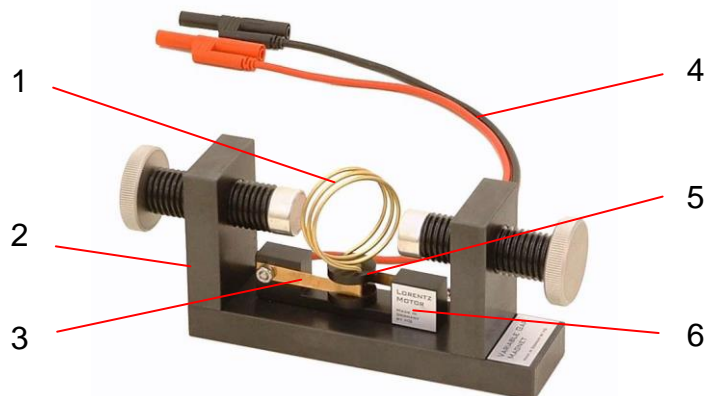

Fig. 1: Composants
Les câbles de connexion fixes (4) sécurité de laboratoire usuelles de 4 mm de diamètre. Une conduite est dotée d'une résistance série d'env. 0,16 ohm (non visible dans la Fig. 1), permettant ainsi de limiter le courant maximum du moteur, pour ne pas « bouleverser » la régulation électronique de blocs d'alimentation conventionnels.